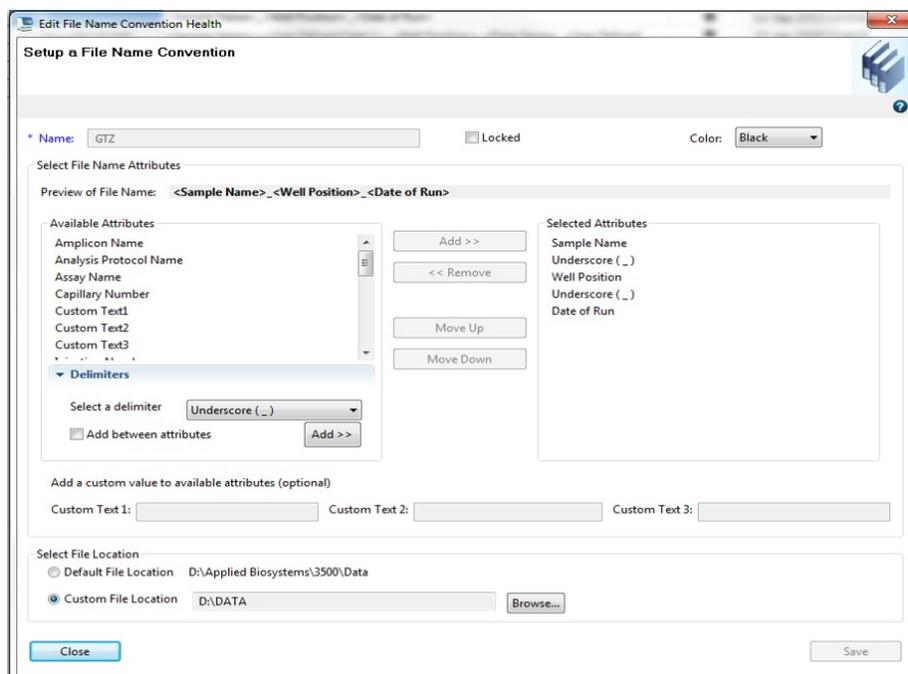

Рисунок 11. Окно создания нового соглашения об именах файлов Create New File Name Convention.
8.2.6. Чтобы создать новое соглашение об именах файлов File Name Convention (рис. 11), перейдите в библиотеку Library. Выберите “File Name Conventions” (“Соглашения об именах файлов”), затем выберите “Create” (“Создать”). В качестве альтернативы можно использовать ранее созданное соглашение об именах файлов File Name Convention. Выберите атрибуты имени файла File Name Attributes в соответствии с правилами вашей лаборатории, и сохраните с описательным именем.